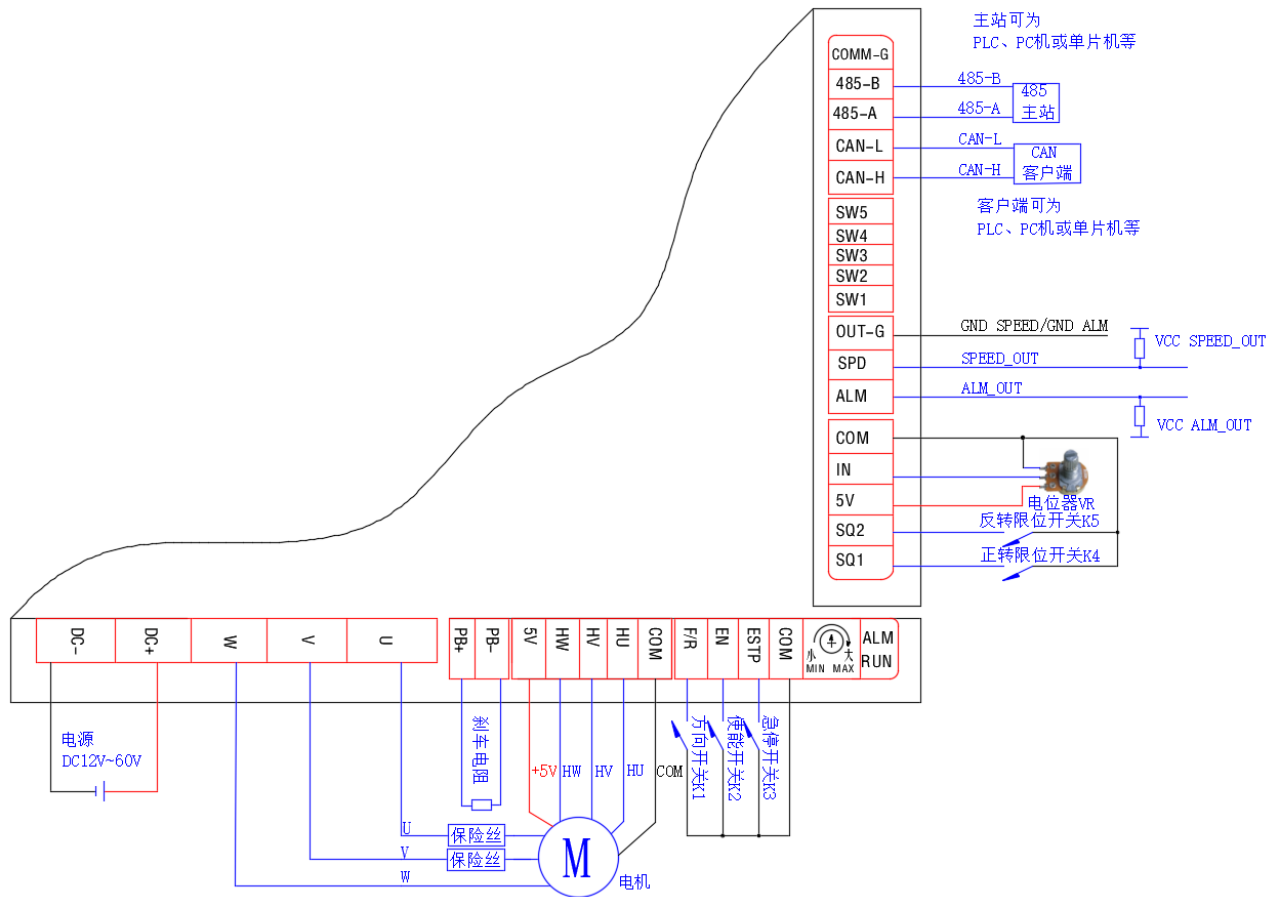

图 6.10 有感外部电位器开环控制接线图
断开驱动器电源，接线如图 6.10 或
- 外部电位器: 电位器 VR 两不动端接 5V 和 COM, 动端接 IN, 用于调速。当电位器动端由 COM 滑向 5V 过程中, 电机驱动 PWM 输出由零到最高驱动 PWM。接线如图 6.10。